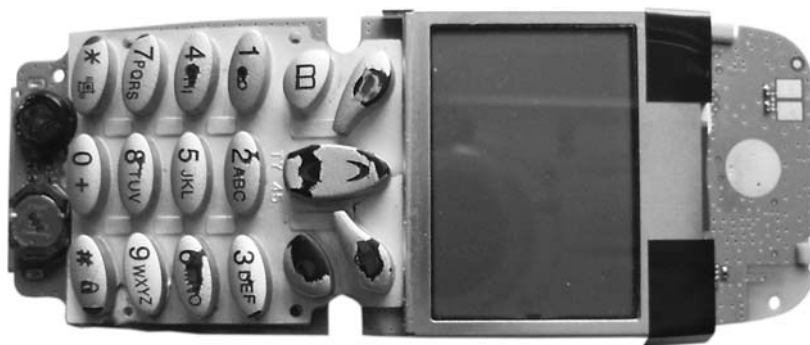

Рис. 5. Порядок разборки телефона LG-B1200 (операция 3)
4. Снимают переднюю крышку телефона (рис. 5) и резиновые кнопки клавиатуры.